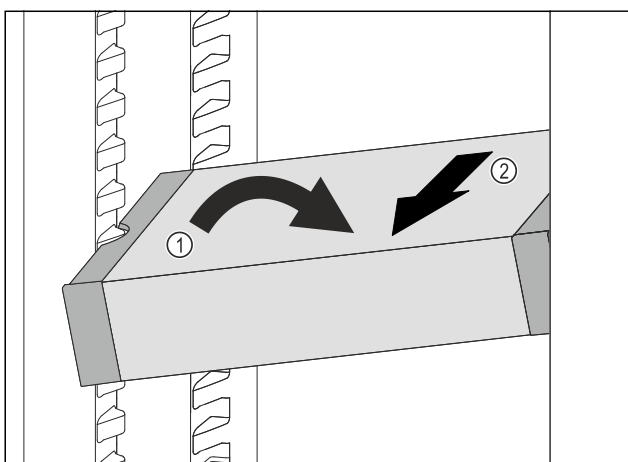

Fig. 103
- ▶ Встановити VarioSafe під кутом в охолоджувальному відділенні. Fig. 103 (1)
- ▶ Витягнути VarioSafe вперед. Fig. 103 (2)